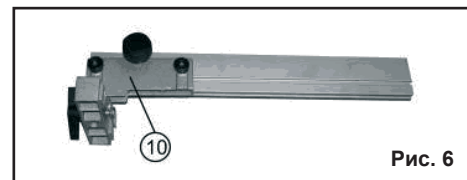

Рис. 6
10.2.2. Используя детали комплектации: кронштейн (В), упор (Д), винт фиксации (Л) и винт фиксации (М), Рис. 1, соберите подвижный упор (10), как показано на Рис. 6.